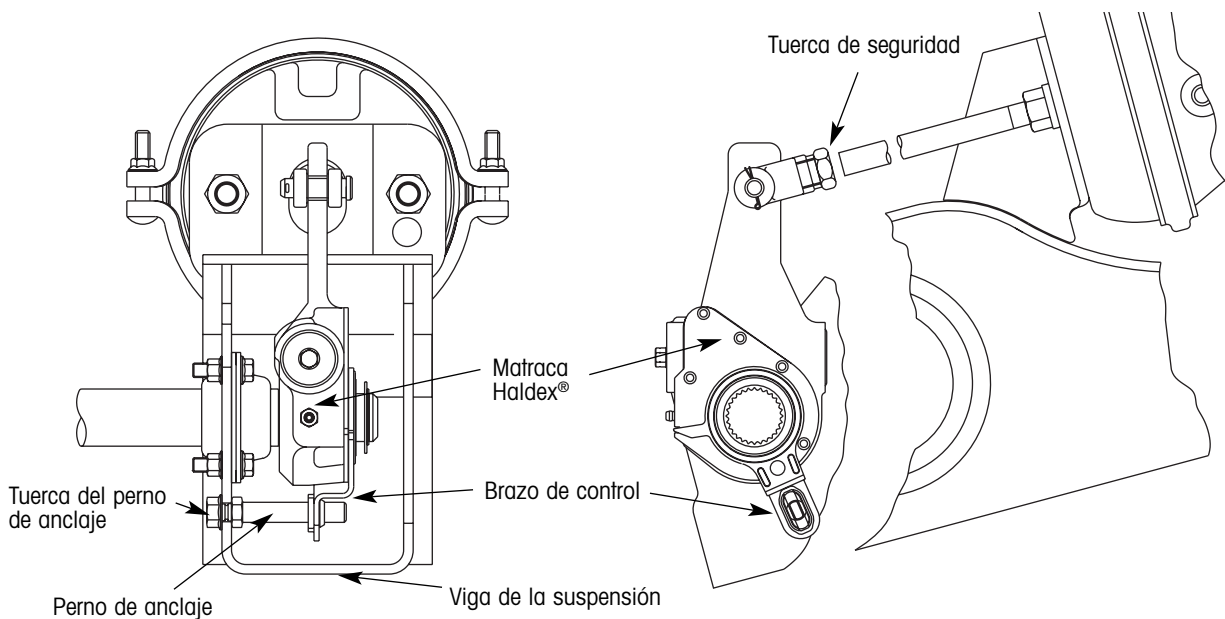

Figura 33. Matraca Haldex con el método de referencia de perno fijo
Las matracas Haldex usan el método de perno fijo. Un perno de anclaje (ó perno fijo) atornillado a la viga de la suspensión (figura 33) establece el punto de referencia para la matraca. Un brazo de control con ranura en la matraca Haldex (figura 33) recibe el perno de anclaje y establece el punto de referencia.
1. Afloje la tuerca del perno de anclaje de tal manera que el perno de anclaje pueda ser movido fácilmente dentro de la ranura en la viga de la suspensión (consulte la figura 33).